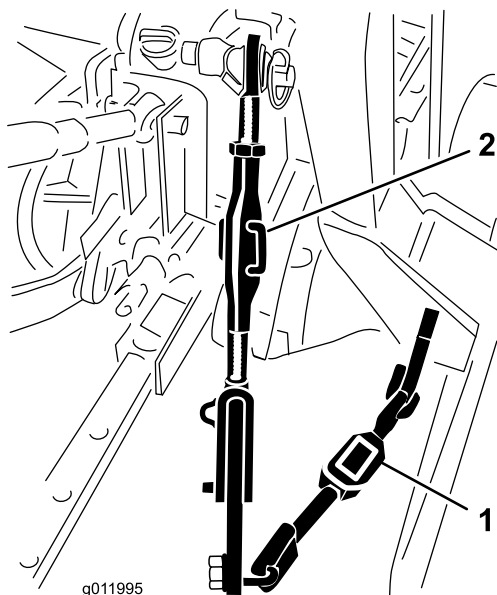

図 7
1. 下リンクを機械内側に向けて調整して、ブローの取り付け板に接触させる **図 7**。
2. 調整リンクボディが付いている場合は、これでリンクアームの上下調整を行ってブローを左右水平にする **図 7**。